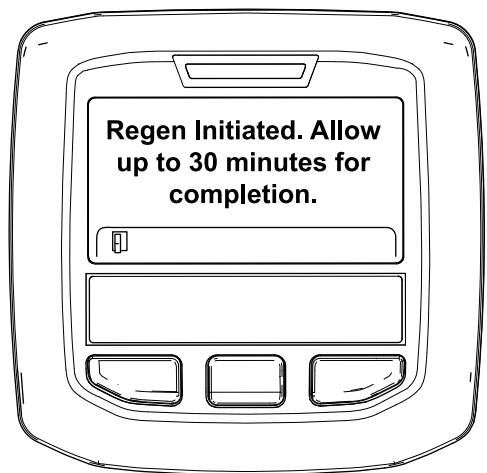

Figura 50
- Si la regeneración se permite, aparece el mensaje "Regen Initiated. Allow up to 30 minutes for completion" (Regeneración iniciada, espere 30 minutos hasta que finalice) en el InfoCenter y debe esperar a que la máquina finalice el proceso de regeneración con la máquina aparcada (Figura 50).